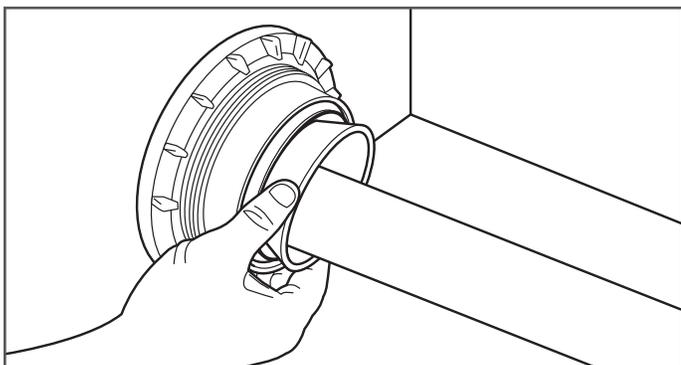

Figura 22-10
8. Inserte la tubería DoubleTrac® en la tubería de revestimiento hasta el centro del contenedor de derrame. Inserte la funda protectora del tubo de revestimiento dentro de la tubería de revestimiento. (Figura 22-10)